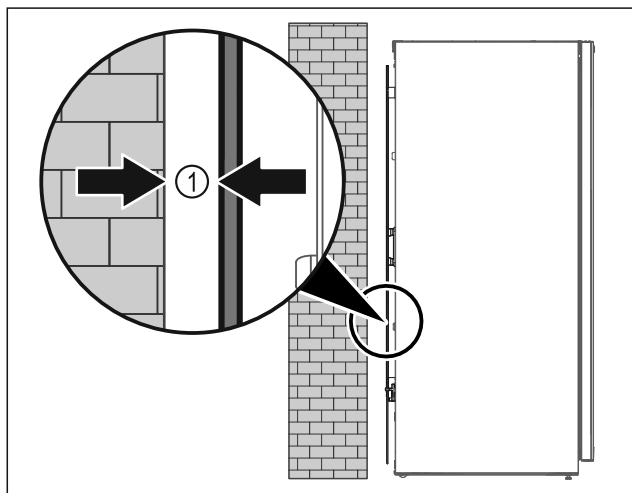

Fig. 5
► Aparat postavite na poljubno mesto v prostoru ali neposredno ob steno z minimalnim odmikom 5 mm Fig. 5 (1).